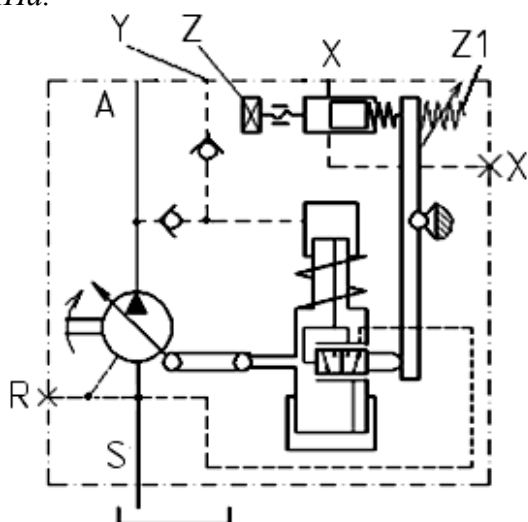

Рисунок 12 – Гидравлическая схема насоса с регулятором постоянной мощности, позитивным управлением и ограничением предела верхнего реагирования.
- ограничения максимальной потребляемой мощности  $N_n$  насоса, посредством внутреннего механического ограничителя **Z** в блоке регулятора насоса (см. рисунок 12).